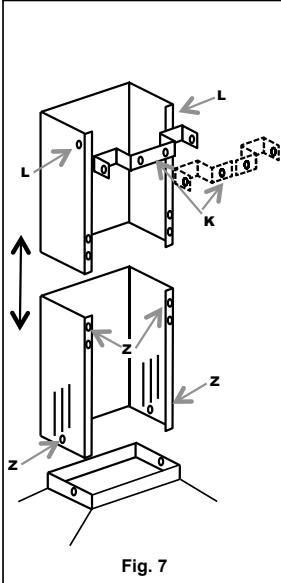

Fig. 7
• **MONTAGGIO CAMINI (fig. 7):**